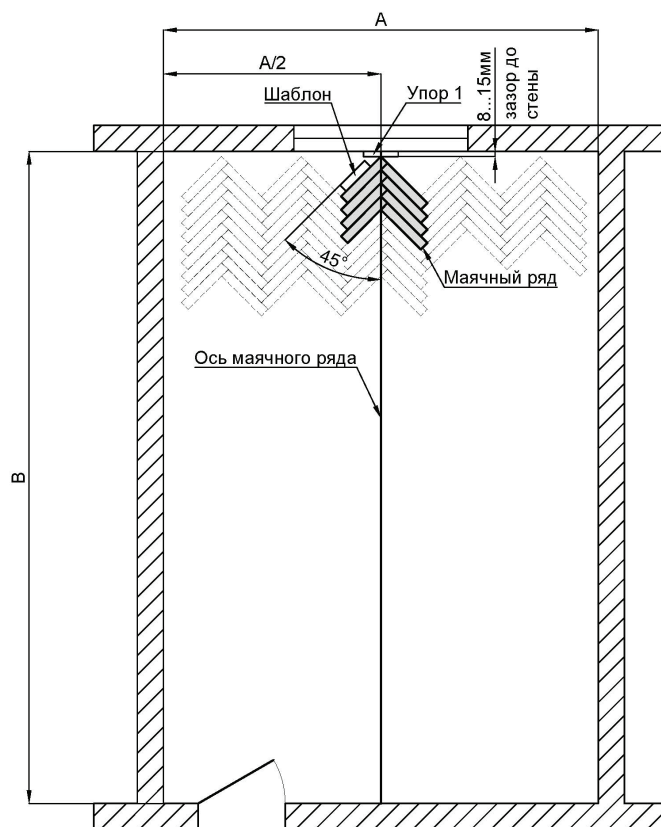

Рисунок 1
- Для удобства предварительно спланируйте первые 6-8 планок «насухо», на место их установки наносят клей и, плотно прижав к шаблону первую стартовую планку левого ряда, приступают к установке «маячного елки». Маячный ряд нужно укладывать так, чтобы под шнуром находился левый ряд планок, а углы планок правого ряда только касались линии шнура (рис. 1).